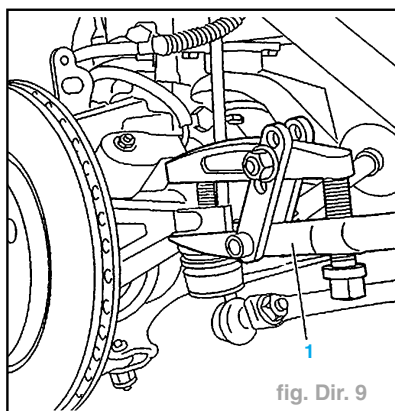

fig. Dir. 9
- Désaccoupler les rotules de direction à l'aide de l'extracteur (1) (réf. : 1892-T) (fig. Dir. 9).